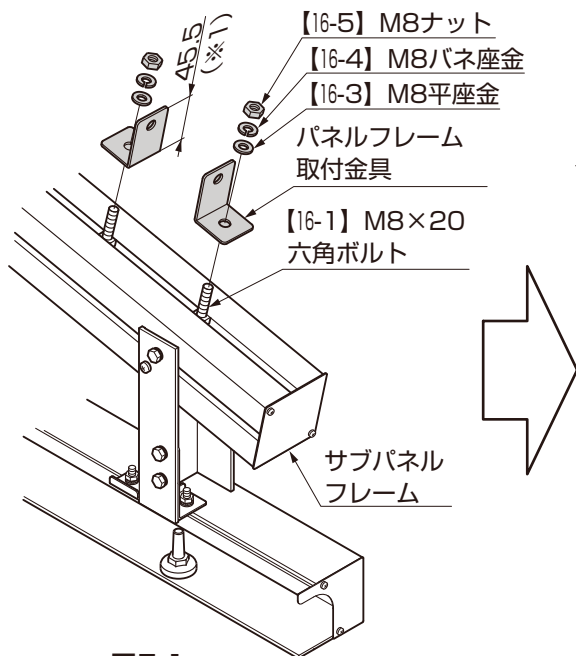

図5-1
- パネルフレーム取付金具には「向き」があります。図5-1を確認して取付けてください。（※1）
- ② パネルフレームに挿入したパネルフレーム裏板をパネルフレーム取付金具に【16-1】、【16-3】、【16-4】で取付けてください。